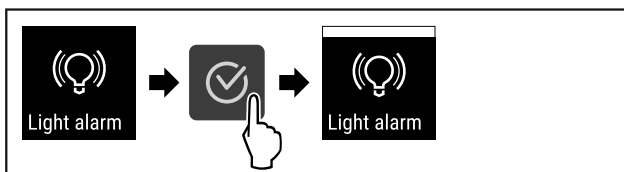

Fig. 97
- ▶ Obavite korake postupka (pogledajte Fig. 97).